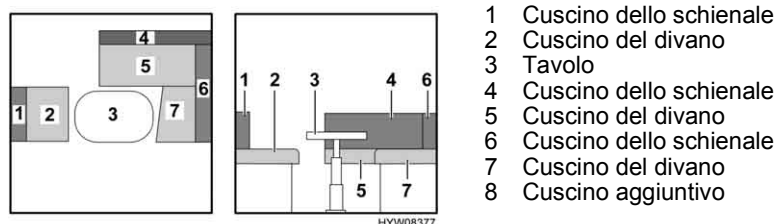

Fig. 43 Prima della trasformazione
- Trasformare il tavolo (Fig. 43,3) in struttura di supporto letto (vedi paragrafo 6.7.2).